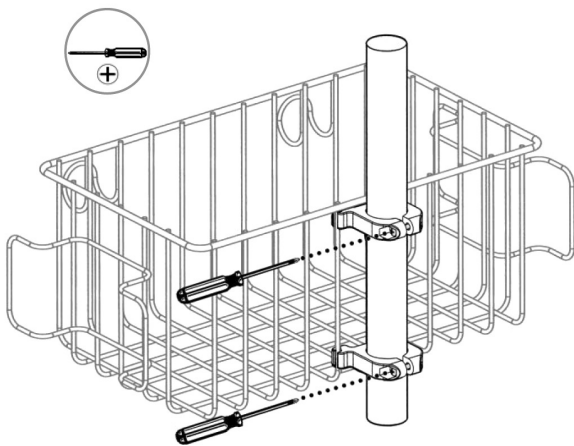

Figure 5 • Figure 5 • Abbildung 5 • Figura 5 • Figura 5 • Afbeelding 5
3. Переместите зажимы выше верхней границы стойки (См. страницу 21, рисунок 4). Отрегулируйте высоту крепления корзины. Затяните зажимы с помощью мелких крепежных винтов № 8-32 и шестигранных гаек из комплекта (См. страницу 22, рисунок 5).
3. ポストの最上端からポストがクリップを通るようにスライドさせます（21ページ、図4を参照）。バスケットの位置を所定の高さに調節します。付属の#8-32 機械ねじと六角ナットを使用してクリップを締めます（22ページ、図5を参照）。
3. 将夹子滑到支架杆顶部的上方 (请参阅第 21 页, 图 4)。将篮子摆到需要的高度。使用附带的 #8-32 机器螺钉和六角螺母将夹子拧紧 (请参阅第 22 页, 图 5)。
• Figur 5 • Figur 5 • Εικόνα 5 • Figura 5 • Obrázek 5 • 5. ábra • Rysunek 5
• 5. attēls • Şekil 5 • Рисунок 5 • 图5 • 图 5